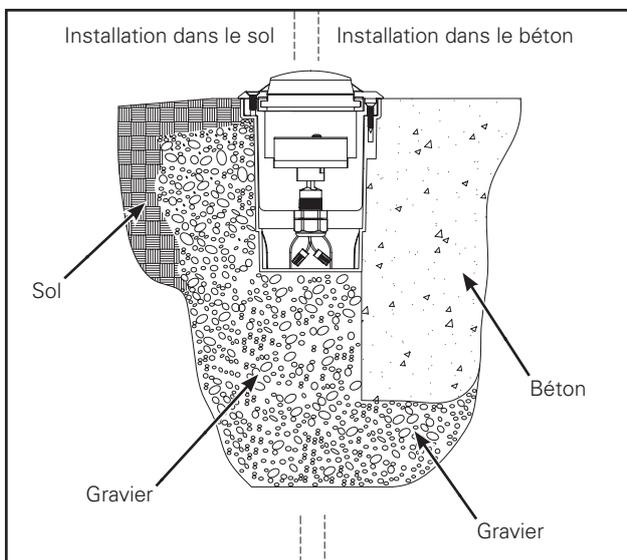

Figure 4.
1. Excavez le sol pour la mise en place du luminaire et du conduit (si requis). Façonnez une forme circulaire pour le boîtier, laissant un 20,3 cm (8 po) minimum en dessous et 7,6 cm (3 po) autour du boîtier pour la mise en place du gravillon. Garnissez le fond du trou avec du gravillon pour en favoriser le drainage (Figure 4).
6. Entourez le boîtier de plastique extérieur avec du gravillon après l'installation. Une alternative au gravillon est un système offrant un drainage adéquat afin que l'eau ne s'accumule pas autour ou sur le luminaire (Figure 4).
10. Insérez une lampe dans la douille (Figure 4).
1. Le luminaire devrait être placé sur au moins 20,3 cm (8 po) de gravillon, avec un sol inférieur favorisant le drainage. Autrement, mettre en place un système permettant à l'eau de se drainer loin du dessous du luminaire (Figure 4).
8. Insérez une lampe dans la douille (Figure 4).